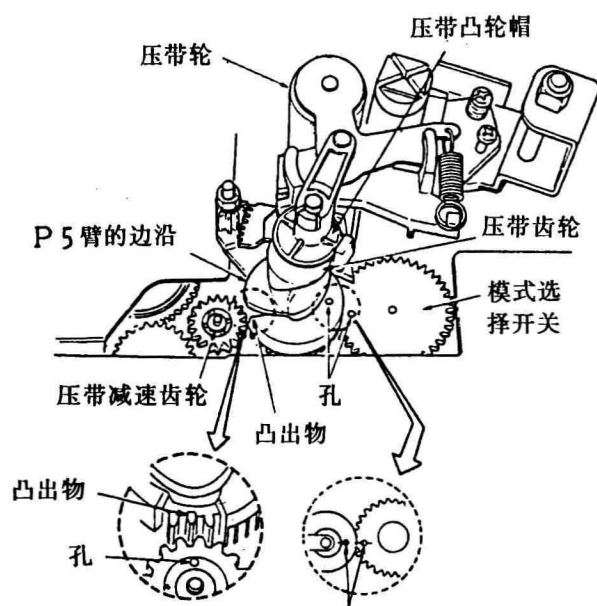

图75
步骤: ①安装压带凸轮时,须使P5臂的齿轮与压带凸轮的缝隙相连接,压带凸轮的凸出齿要精确地与压带减速齿轮的孔对准(这时,模式选择开关上的孔与压带凸轮上的孔也就对准),如图75所示;
②安装压带轮组件并进行上述步骤①的重新调整。